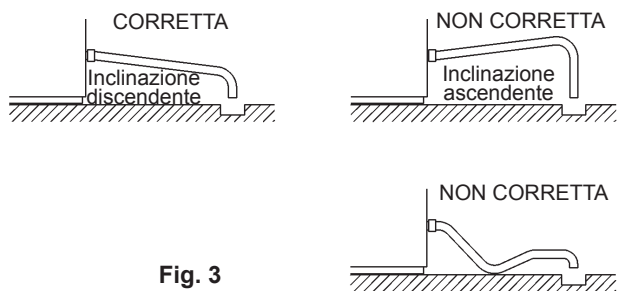

Fig. 3
- * Per ovviare al riflusso nel deposito di raccolta cubetti, disporre un tubo di uscita, come da Fig. 3.
3) Collegare il tubo di uscita (flessibile grigio, accessorio) al raccordo R3/4, situato sul retro della macchina, come indicato, verificando che la rondella in gomma sia posizionata in modo corretto prima di serrare a mano l'accoppiamento. Questo tubo può essere tagliato alla lunghezza necessaria per adattarlo alla posizione del drenaggio principale (Fig. 3).